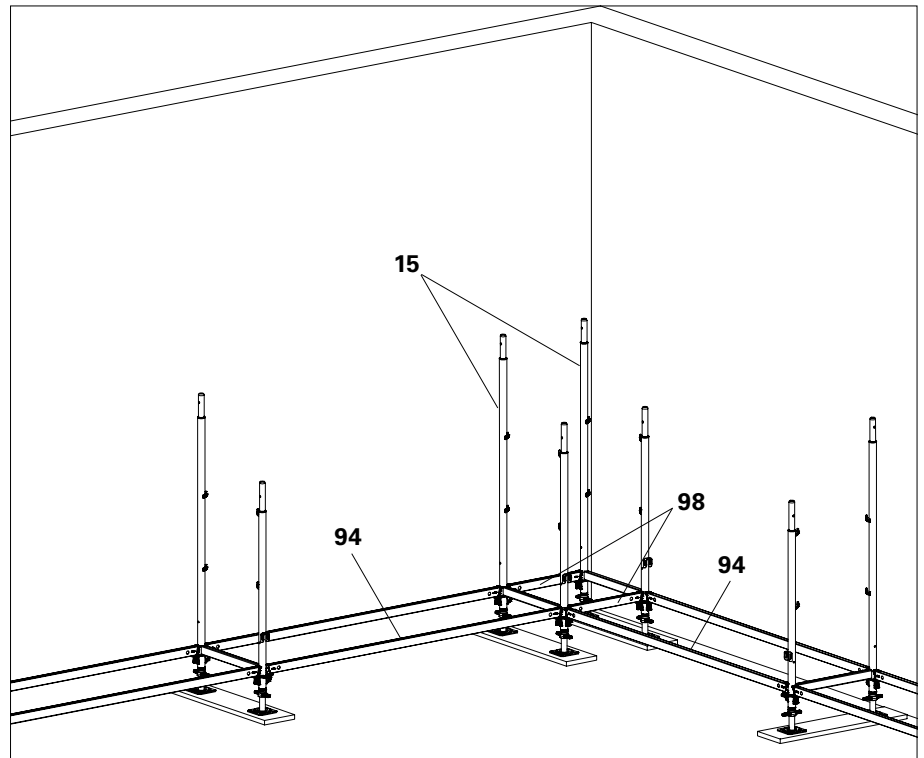

Abb. B6.07
1. Im Inneneck zwei Basisrahmen EVB (15) im Abstand der Gerüstbreite (67 cm) aufstellen.
2. Die Basisrahmen EVB im Inneneck mit zwei Horizontalriegeln UH Plus 67 (98) verbinden. Keile festschlagen.
3. Die jeweils nächsten Rahmenzüge mit je zwei Horizontalriegeln UH Plus (94) anschließen.
- (Abb. B6.07)